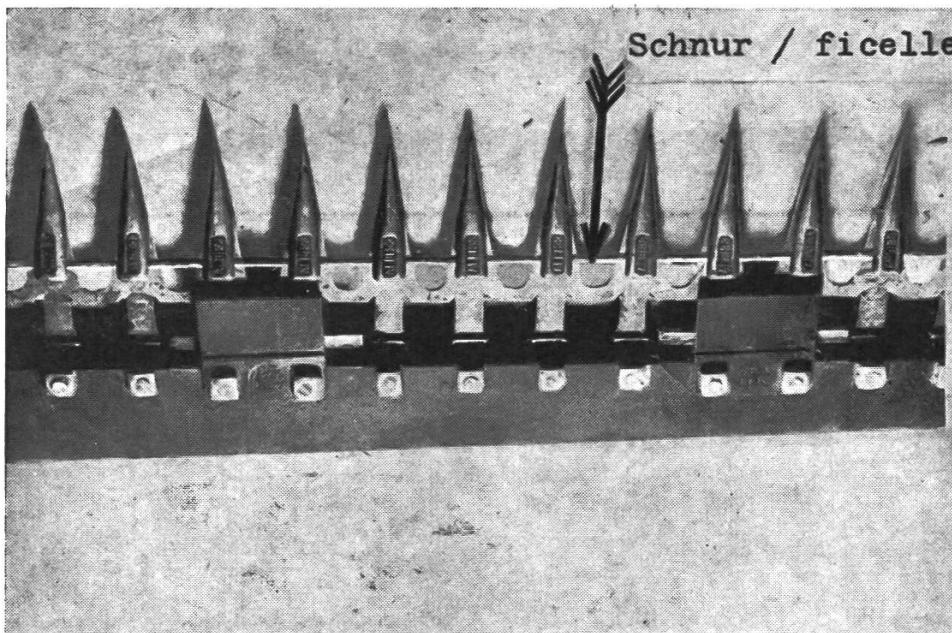

Abb. 6
c) Finger befestigen und richten: (siehe Abb. 6).